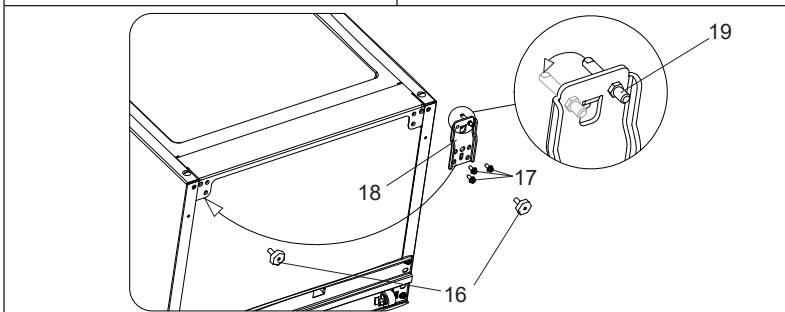

Рисунок 12
14. Наклоните холодильник. Выкрутите регулировочные опоры 16 (см. рисунок 12). Торцовым ключом на 8 выкрутите болты 17 нижнего кронштейна 18 и снимите его. На нижнем кронштейне переставьте ось 19, выкрутив на ней торцовым ключом на 10 гайку.
15. Установите нижний кронштейн 18 на противоположную сторону (см. рисунок 12). Вкрутите регулировочные опоры 16 обратно.